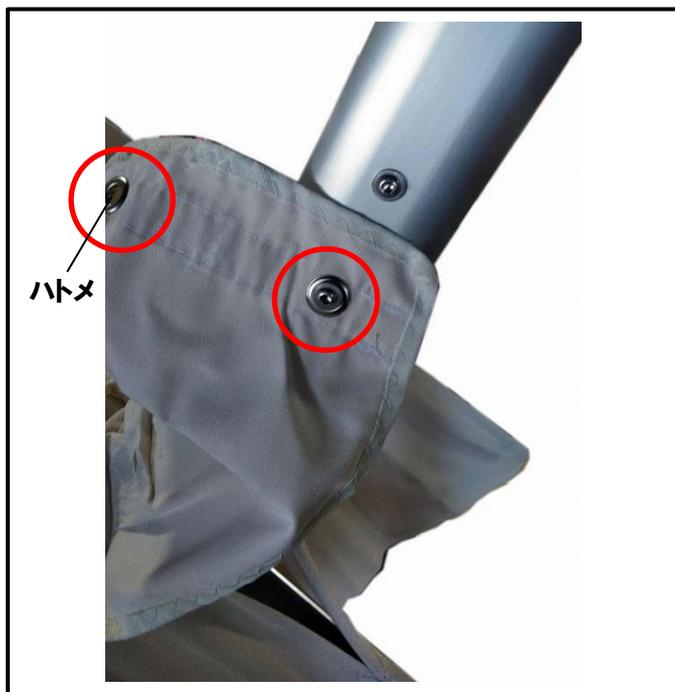

図.9
- ① 支柱からパラソルを支えるアーム部分にあるネジ（4mm六角ボルト）の2ヶ所あるうちの下側のネジ（図.9）を緩めます。4mm六角棒レンチを使用して下さい。
- ① 当て布（E）のハトメ（円形の金属の輪）にネジを通してネジ締めして下さい。（図.9）
※図.9 の正面と背面の2ヶ所にネジを締めて固定して下さい。